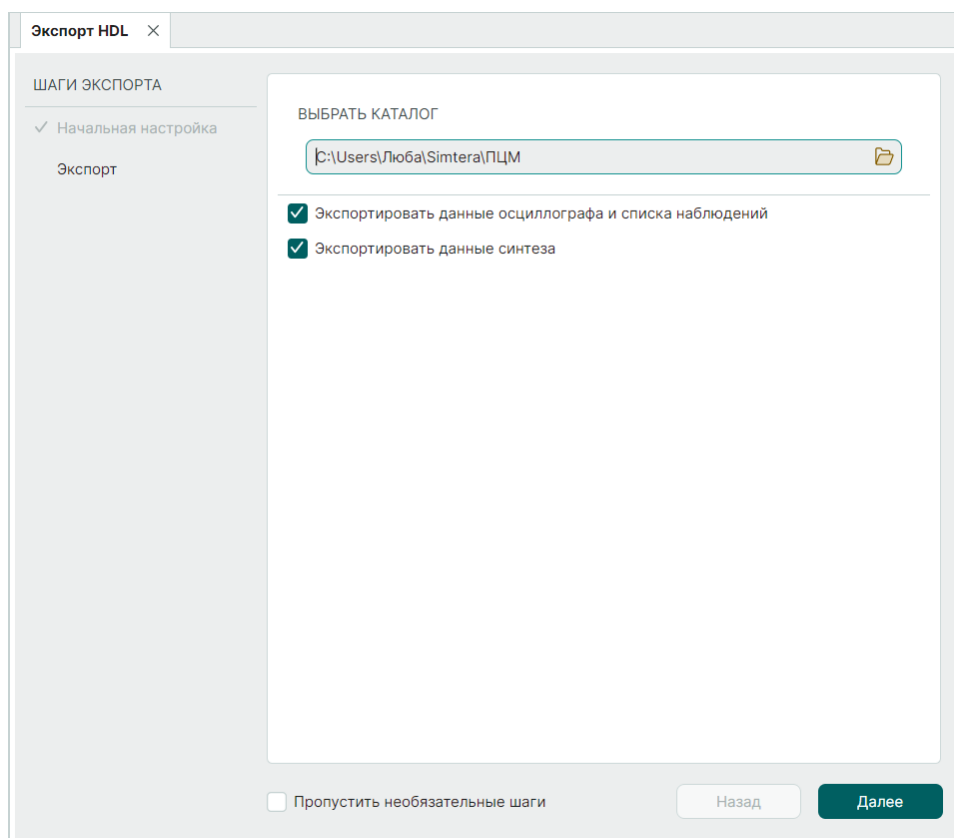

Рис. 22 Начальная настройка при экспорте HDL-проекта
3. В окне «Экспорт HDL» на шаге экспорта «Начальная настройка» в поле «Выбрать каталог» выберите каталог, куда будет размещен экспортируемый HDL-проект, см. Рис. 22.